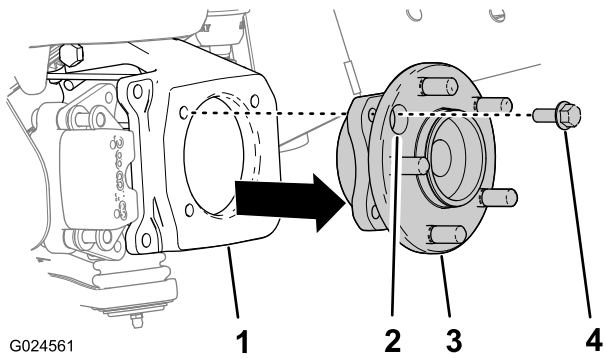

Figura 19
1. Retire los 4 pernos de cabeza hexagonal que sujetan el conjunto de cubo y cojinete de la rueda al pivote de dirección (Figura 19).
2. Retire el cubo de la rueda del pivote de dirección (Figura 19).